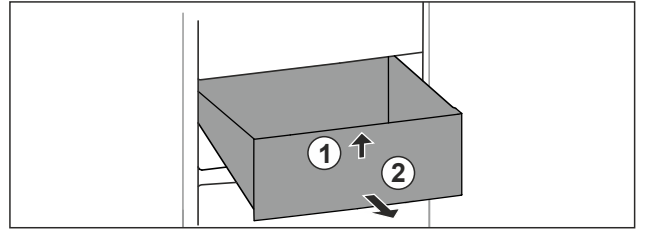

Fig. 101
- ▶ Nosta vetolaatikon etuosaa ylös. Fig. 101 (1)
- ▶ Poista vetolaatikko vetämällä eteenpäin. Fig. 101 (2)